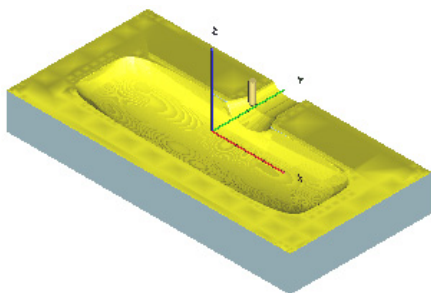

图 3-97 仿真模拟结果 (2)
7) 仿真模拟。单击“加工向导”工具栏上的“高级仿真”按钮 ，弹出“高级仿真”对话框，选中所创建的加工；单击确定按钮 ；在弹出的“Cimatron's Verifier”对话框中验证加工效果，如图 3-97 所示。